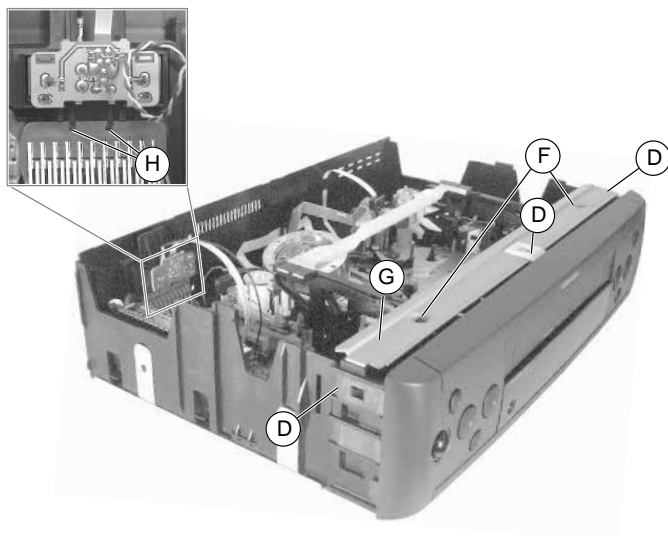

Fig. 3
- Dévisser les 2 vis (F) (Fig. 3) et retirer l'étrier (G) par le haut.
- Défaire les 2 crochets (H) (Fig. 3) et retirer le C.I. embases Line.
- Undo 2 screws (F) (Fig. 3) and raise the bracket (G) to remove it.
- Disengage the 2 catches (H) (Fig. 3) and pull out the Line socket board.
- Poser l'étrier (G) comme indiqué Fig. 3 sur le cadre du boîtier et le fixer à l'aide des 2 vis (F).
- Attach bracket (G) to the cabinet frame as shown in Fig. 3 and fasten it with the 2 screws (F).